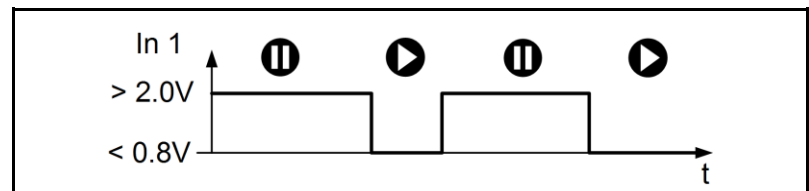

Fig. 58: Start / Stopp Pegel-Ansteuerung
- ➔ Pumpe startet den Fördervorgang wenn der Pegel unter 0.8V ist und stoppt wenn der Pegel über 2.0V ist (siehe Fig. 58).